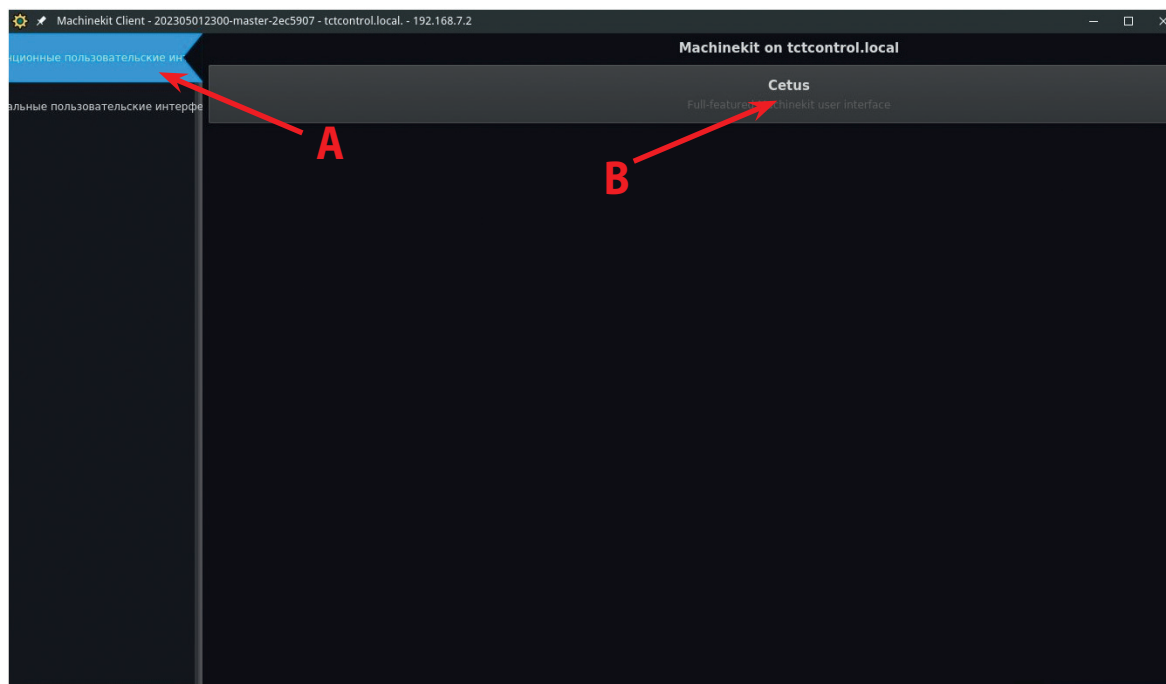

Рис. 16
- **A.** В открывшемся окне нажмите **Локальные пользовательские интерфейсы** и выберите **Дистанционные пользовательские интерфейсы** (рис. 16).